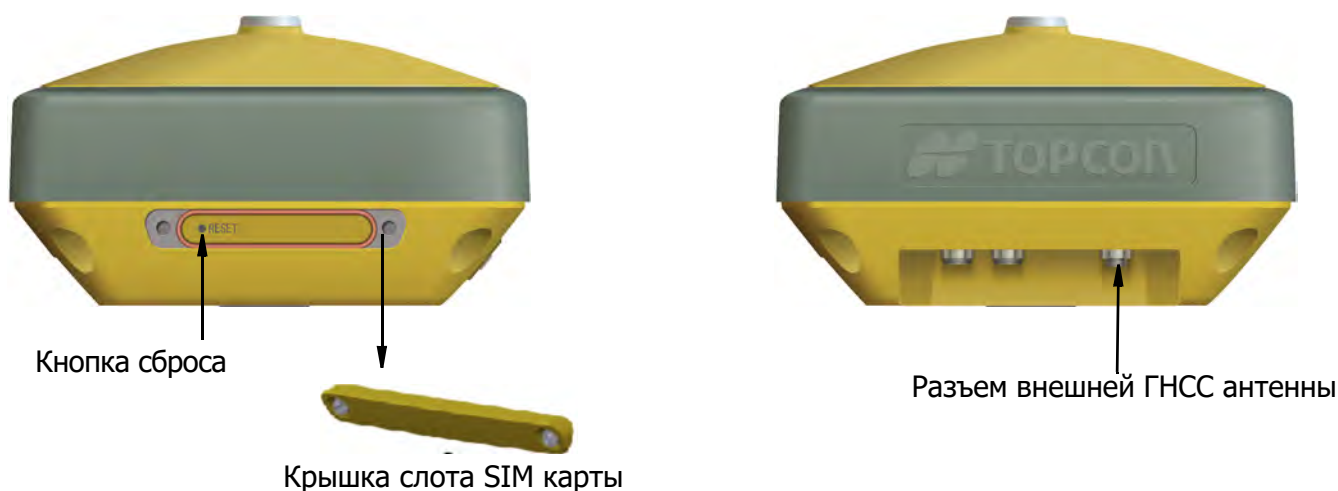

Рисунок 2-1: HiPer VR без модемов УВЧ, FH915 или сотового модуля
1. ГНСС приемник HiPer VR **без** модемов (УВЧ/FH915) или сотового модуля (P/N 1016578-17). В нижней части приемника находится **разъем внешней ГНСС антенны**. **Кнопка сброса (Reset)** расположена под **крышкой слота SIM карты** в нижней части приемника (Рисунок 2-1).